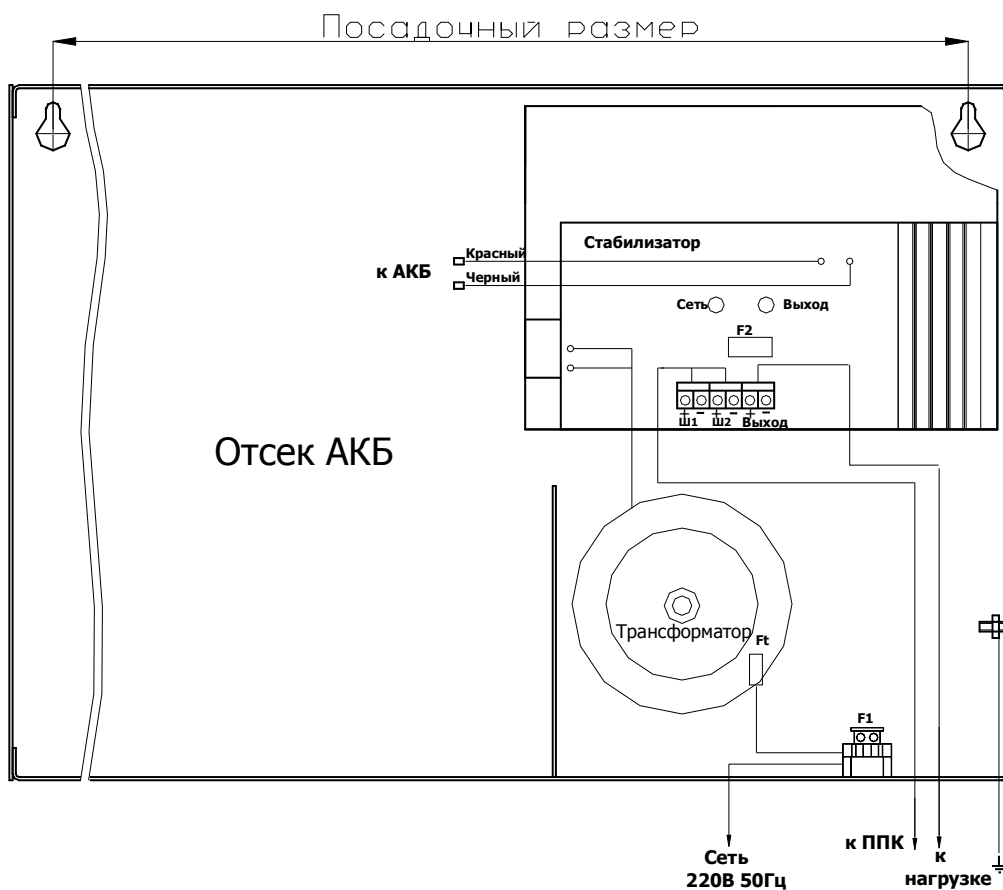
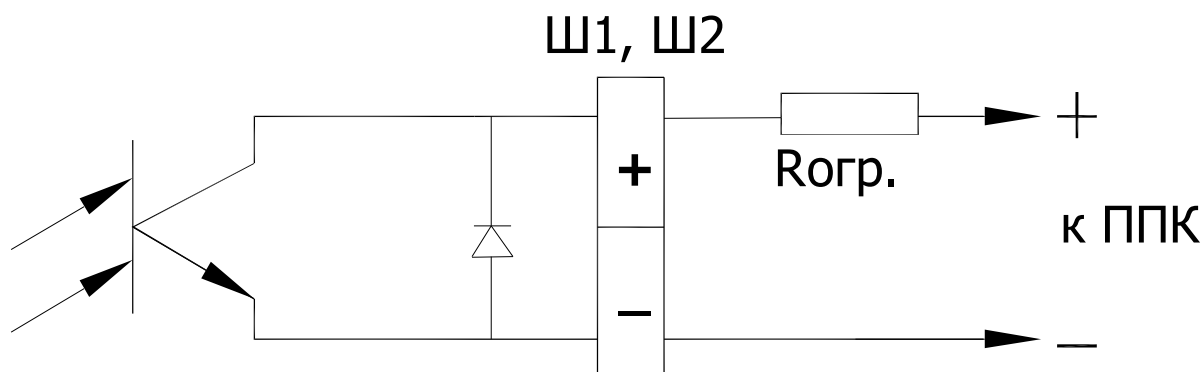

Рис.1 Схема подключения Блока
Рис.2 Схема подключения шлейфов сигнализации
3.4 Заземлить корпус, подключить кабель сетевого питания к клеммной колодке «220 В» на корпусе блока. Схема подключения блока приведена на рис.1, схема подключения шлейфов сигнализации «Ш1» и «Ш2» – на рис.2.